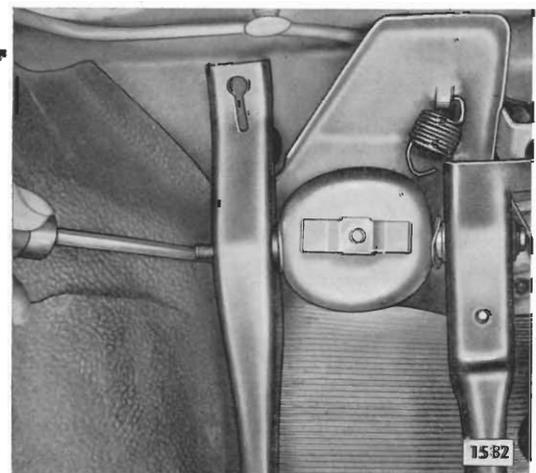

Bild 32 - Pedalwelle mit Schraubenzieher herausdrücken
5. Pedalwelle nach der Bremspedalseite hin herausdrücken und Kupplungspedal abnehmen. Erforderlichenfalls Welle mit einem starken Schraubenzieher oder einem Montiereisen, wie Bild 32 zeigt, herausdrücken.